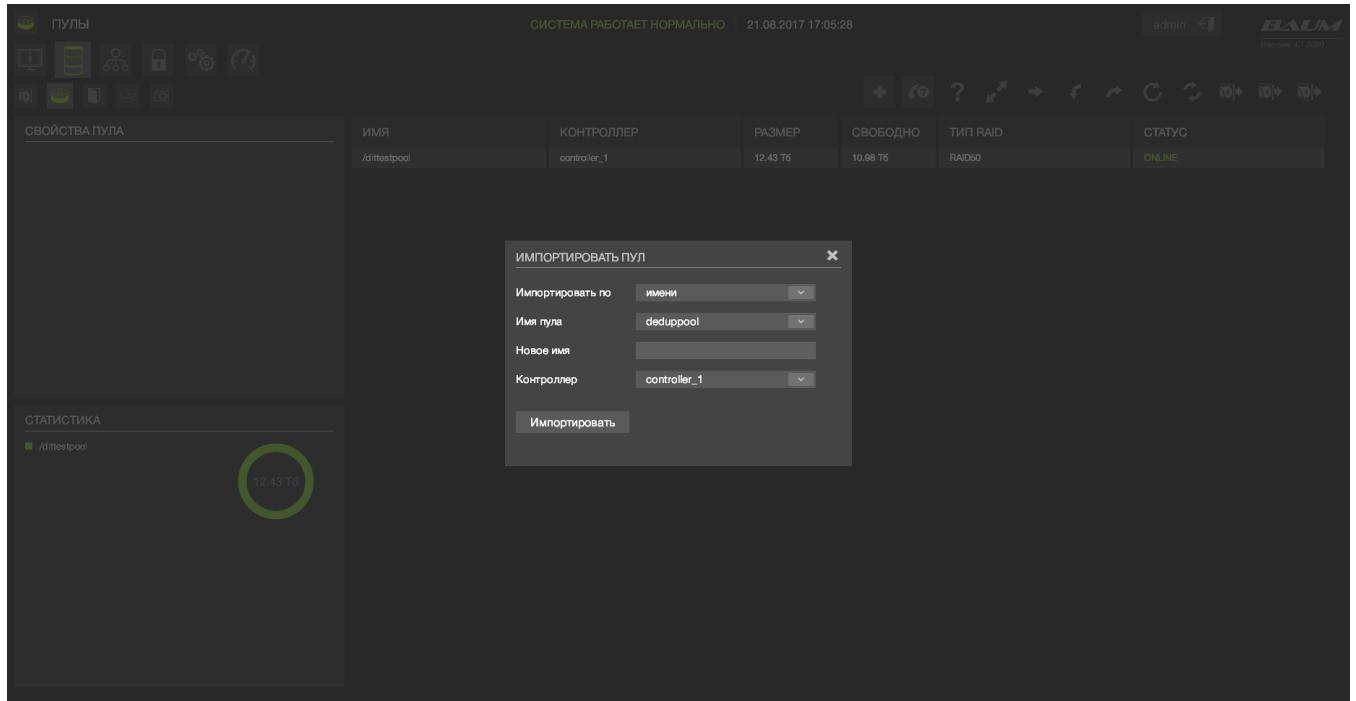

Рисунок 34 – Импортировать пул
- 3) В появившемся окне ввести параметры (см. Рисунок 34):